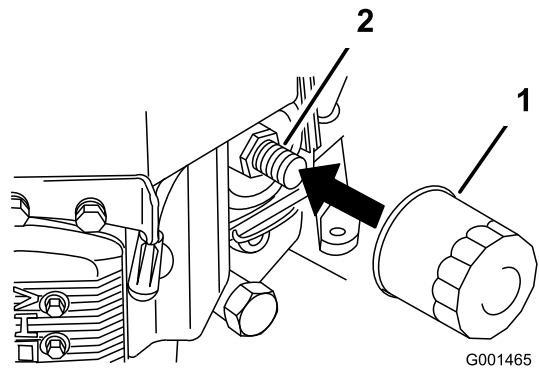

Figura 24
- Retire el filtro de aceite usado (Figura 24).
- Aplique una capa fina de aceite nuevo a la junta de goma del filtro nuevo (Figura 24).
- Instale el filtro de repuesto en el adaptador de filtro; gire el filtro en el sentido de las agujas del reloj hasta que la junta de goma entre en contacto con el adaptador del filtro, luego apriete el filtro tres cuartos de vuelta más (Figura 24).